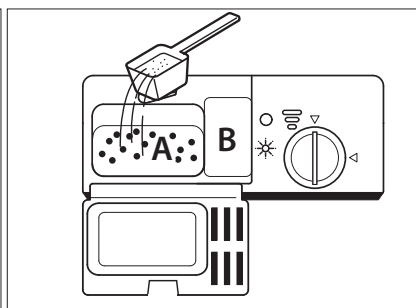

Fig. 13
- Mettez la poudre de lavage ou une tablette de lavage dans le compartiment de dosage gauche (3) (voir **fig. 13**).